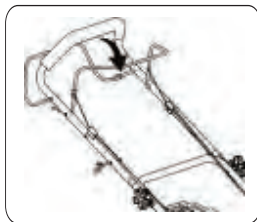

Рис. 16
**для ОСТАНОВКИ ДВИГАТЕЛЯ** (Рис. 16).